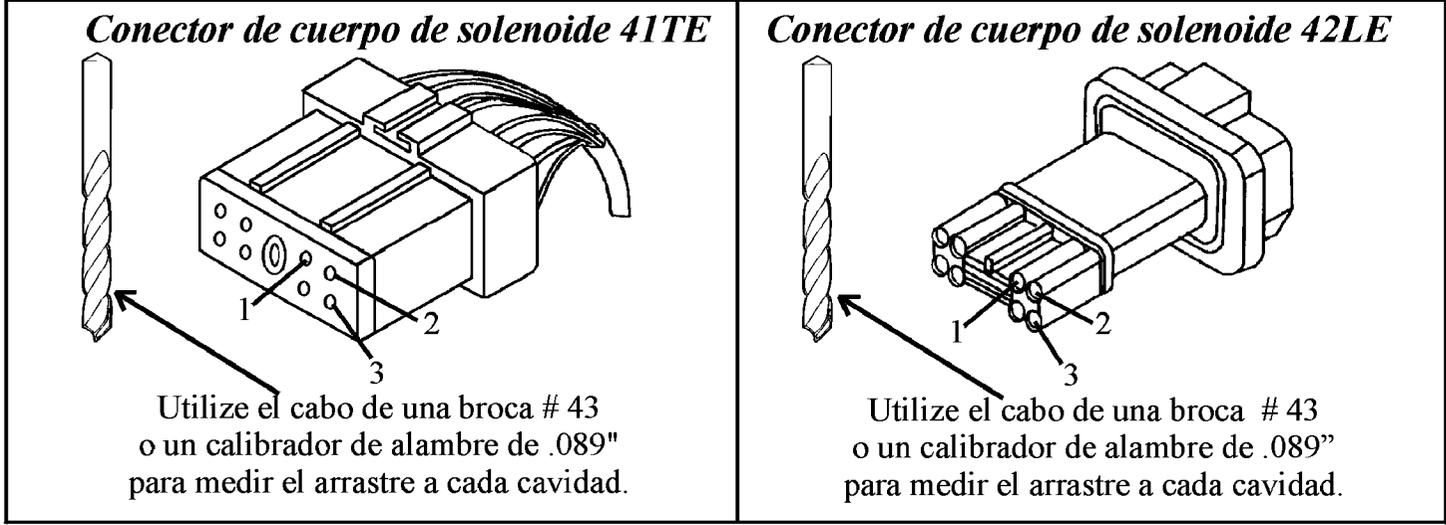

Figura 29
- Inspeccione las cavidades 1, 2 y 3 en el conector del cuerpo de solenoides para ver si están corroídas, muy abiertas o empujadas hacia atrás. Utilize el cabo de una broca # 43 o un calibrador de alambre de .089" para medir el arrastre a cada cavidad. (Vea la figura 29). Si el conector está malo, Chrysler tiene disponible un kit de reparación con el numero de parte 4419476.